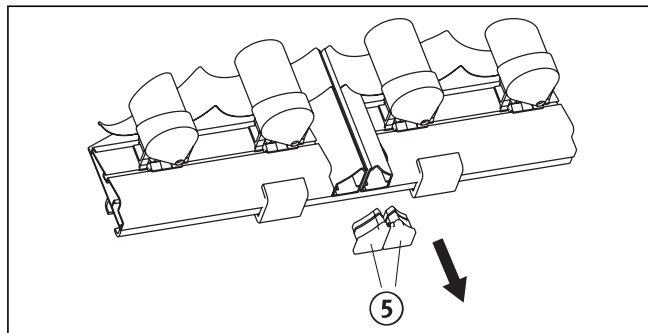

Abb. 8.10 Originalstopfen entfernen
- Entfernen Sie die Originalstopfen aus dem rechten und linken Kollektorrahmenprofil (Abb. 8.10, Pos. 5).